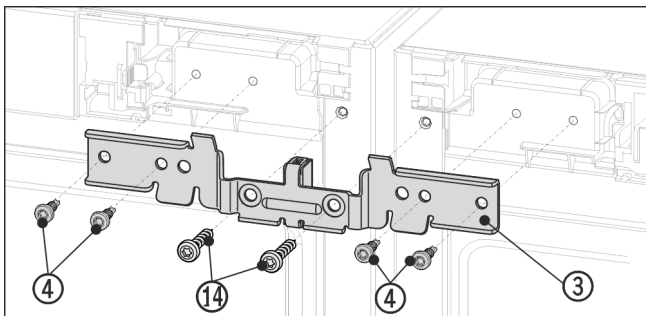

Fig. 12 Simbolična slika
- ▶ Kotnik Fig. 12 (3) z distančnikom potisnite med aparata in na zatiče. Kotnik izmenično rahlo privijajte na levi in desni strani s štirimi vijaki Fig. 12 (4) in predhodno izvitima ozemljitvenima vijakoma Fig. 12 (14).